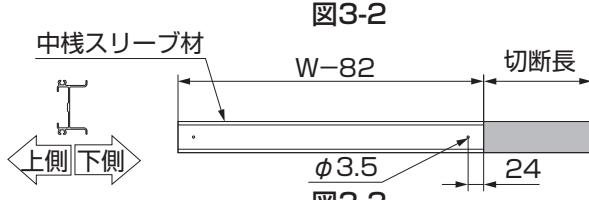

図3-3
⑤中桿スリーブ材を切断した側から24mmのところにφ3.5の下穴を開けてください。(図3-3参照)
⑥加工後、再度組立ててください。